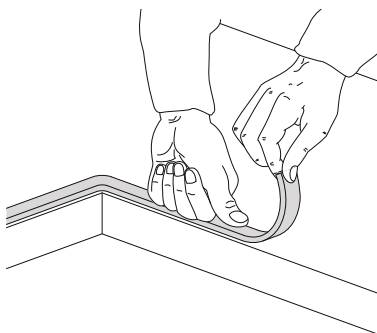

Fig. 4: ubicación del burlete aislante
- Posicione cuidadosamente el burlete aislante suministrado, sobre el perímetro externo del agujero realizado en el plano de trabajo, tratando de adherirlo sobre toda la superficie con una leve presión de las manos [Fig. 4].